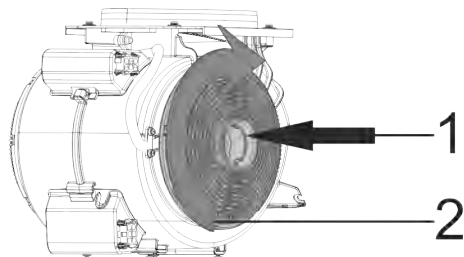

Fig. 5: KUL2
- 1. Montera kolfiltrena på motorns sidor (Fig. 5).
- 2. Vrid fast dem ordentligt medurs så att de låses fast (Fig. 5).